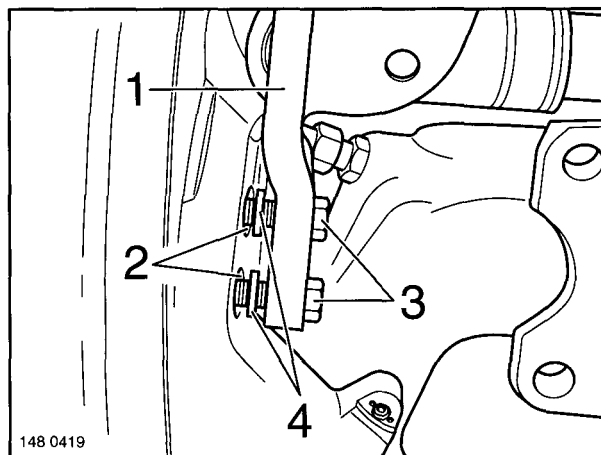

Fig. 19
- (1) Screw the base plate (Fig. 19/1) to the steering block with two M16 locking screws or M16 hexagonal screws (Fig. 19/3) with serrated lock washer.
-  In the case of steering blocks with dished surfaces (Fig. 19/2), washers (Fig. 19/4) must be fitted between the base plate and the steering box.
- (1) Visser le support de cylindre (figure 19/1) sur le carter d'articulation à l'aide de deux vis de sûreté M16 ou de vis 6 pans M16 (figure 19/3) avec rondelles à éventail.
-  Pour des carters d'articulation à méplats creux (figure 19/2), il faut placer des rondelles (figure 19/4) entre le support de cylindre et le carter d'articulation.
- (1) Grundplatte (Fig. 19/1) mit zwei Sicherungsschrauben M16 oder Sechskantschrauben M16 (Fig. 19/3) mit Fächerscheibe an das Lenkgehäuse schrauben.
Bei Lenkgehäusen mit vertieften Anflachungen (Fig. 19/2) müssen Scheiben (Fig. 19/4) zwischen Grundplatte und Lenkgehäuse montiert werden.